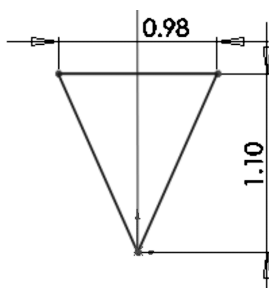

图 1-85 绘制草图
- 13 在【草图】选项卡中单击【草图绘制】按钮，选择前视基准面作为草绘平面，在螺旋线起点绘制如图 1-85 所示的草图。